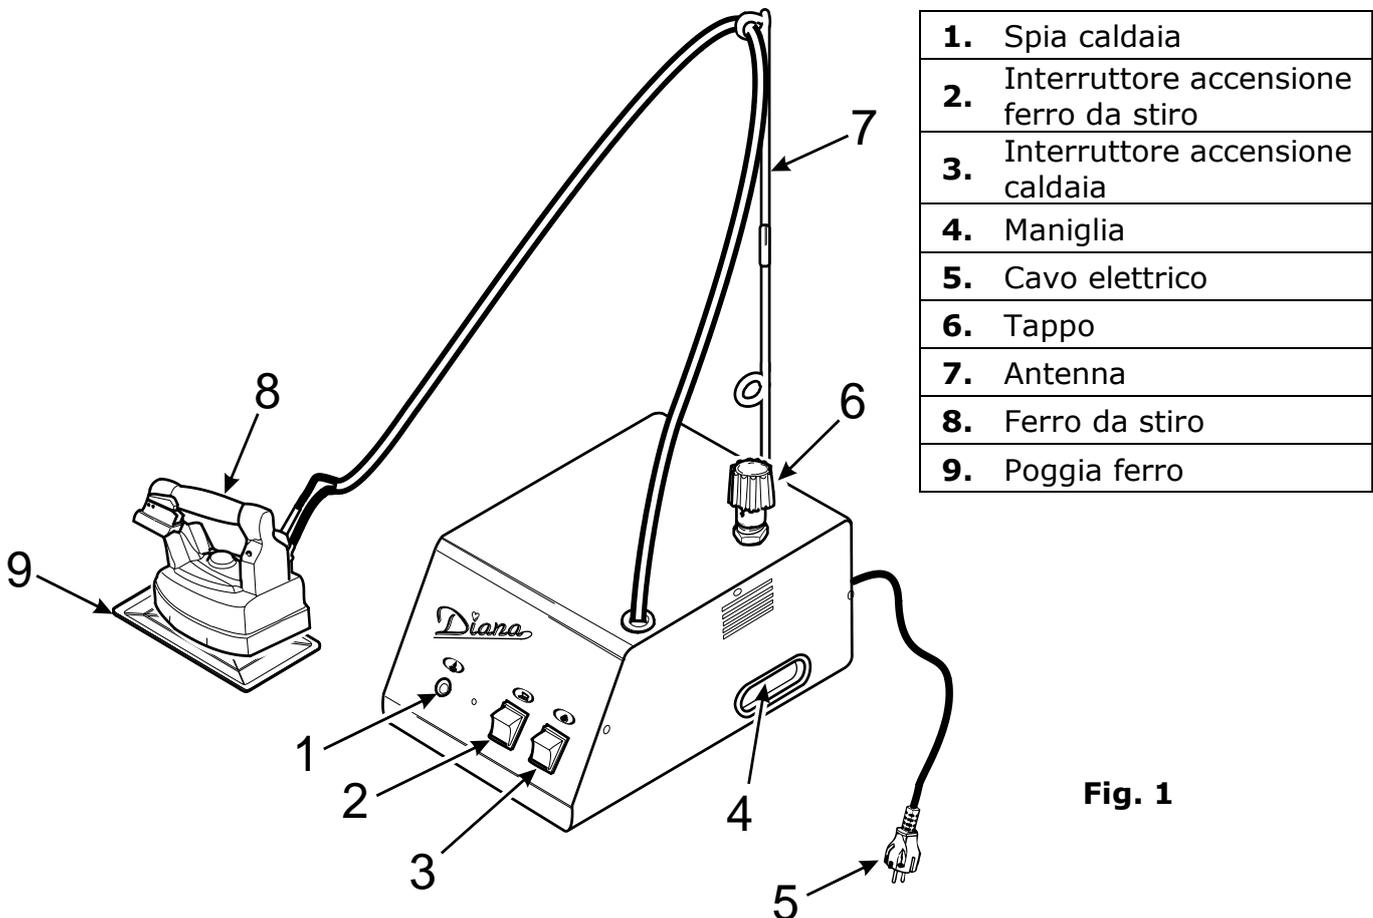

Fig. 1
Per il trasporto e la movimentazione della DIANA servirsi esclusivamente delle apposite maniglie. Mai tirare i cavi elettrici (fig. 1).
2. Estrarre la DIANA dalla scatola, montare l'antenna e inserirla nell'apposito porta antenna situato sul retro dell'apparecchio (fig. 1), avendo l'avvertenza di inserirla bene fino in fondo.
3. Fissare il filo e il tubo del ferro nell'apposito gancio dell'antenna, evitando attorcigliamenti (fig. 1).
4. Posare il ferro sul poggia ferro in gomma in dotazione (fig. 1).
1. Svitare il tappo valvola dalla DIANA (fig. 1), riempire con la quantità desiderata d'acqua la caldaia prestando attenzione che non trabocchi. Si consiglia di riempire la caldaia servendosi di un imbuto. Riavvitare il tappo prendendolo per la parte in plastica con l'avvertenza di non serrarlo troppo altrimenti si rovina la guarnizione (vedi capitolo 7).
10. **Non bisogna mai sostituire il tappo valvola (fig. 1) con tappi di altro genere. N.B.: il tappo valvola è tarato a 4,5 bar ed inoltre ha la funzione di valvola di sicurezza.**